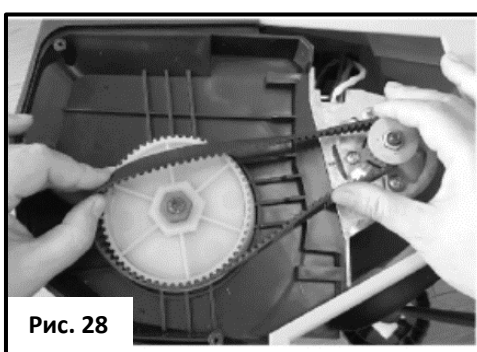

Рис. 28
- Правой рукой прижмите ремень так, чтобы ребристая сторона смотрела вниз. (см. рис. 28).